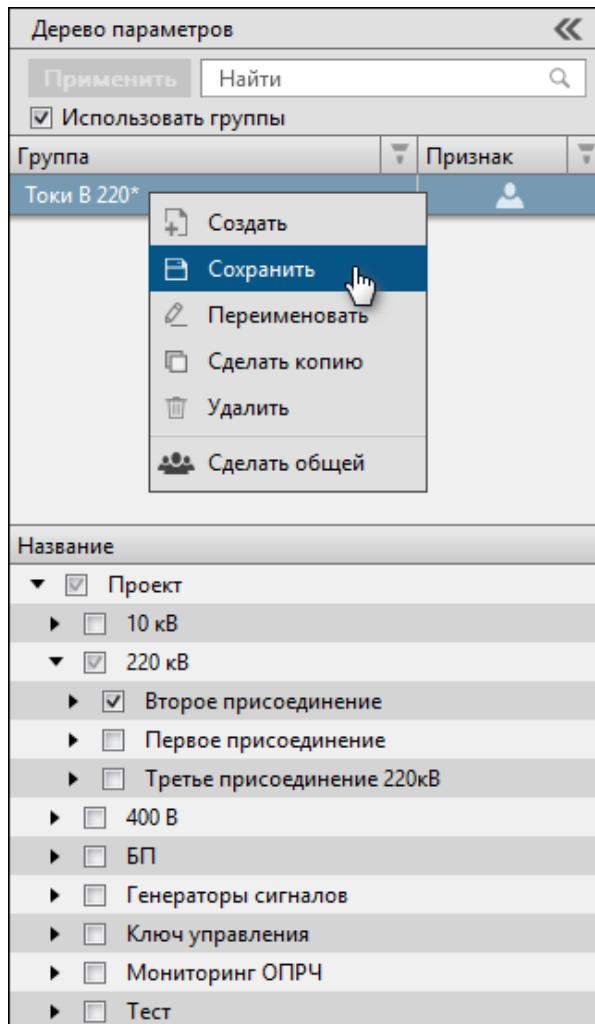

Рисунок 33 - Сохранить
5. Нажмите *ЛКМ* по группе сигналов и выберите команду **Сохранить** (Рисунок 33).